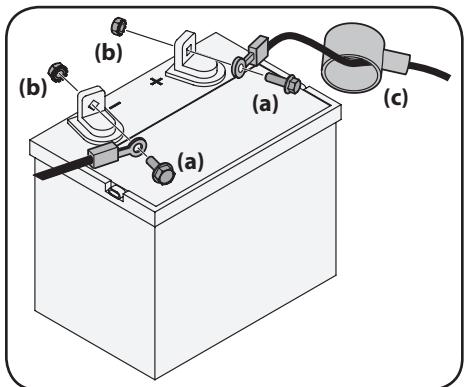

Figura 2-16
- Retire la cubierta plástica, si está presente, del borne positivo de la batería y una el cable rojo al borne positivo de la batería (+) utilizando el perno (a) y la tuerca hexagonal (b). Consulte la Figura 2-16.
- Retire la cubierta plástica, si está presente, del borne negativo de la batería y una el cable negro al borne negativo de la batería (-) utilizando el perno (a) y la tuerca hexagonal (b). Consulte la Figura 2-16.